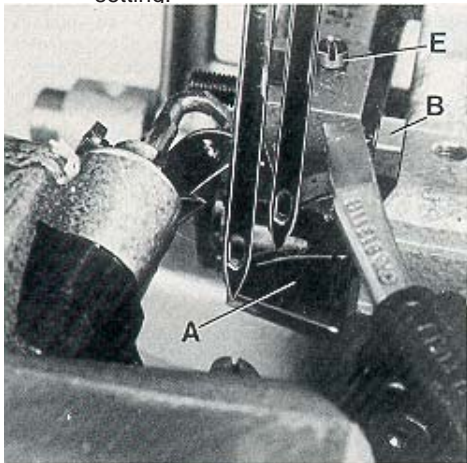

Fig.16
When the needle guard (A, Fig. 16) is in its most forward end position, its guarding surfaces should just contact the back of the needles without deflecting them.
After loosening screw (B, Fig. 16) needle guard (A) can be moved accordingly to the front or to the rear. Retighten screw.
Cuando el guarda agujas (A, Fig. 16) alcanza su posición extrema, la superficie de protección debe contactar la parte trasera de las agujas, pero sin tocarla.
Luego de aflojar el tornillo (B, Fig. 16) el guarda agujas (A) puede ser movido hacia adelante o atrás como sea necesario. Apriete de nuevo el tornillo.
Adjust the supporting screw (E, Fig. 16) in the feed bar to the required height and assemble the feed dog.
Apriete el tornillo de soporte (E, Fig. 16) en la barra alimentadora a la altura requerida e instale el diente alimentador.